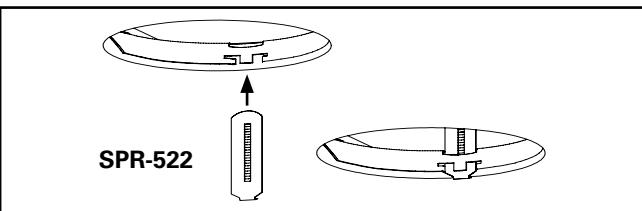

Figura 3.
- Extraiga el sujetador Third Hand y la unidad del plafón del techo. Extraiga la etiqueta de ajuste del muelle y el muelle de la parte inferior del marco de yeso. Extraiga el sujetador Third Hand del marco de yeso e inserte este marco en el techo, pasando primero el extremo del transformador. Apoye el reborde del marco de yeso en el orificio en el techo. Coloque el muelle del marco de yeso (Figura 3.).